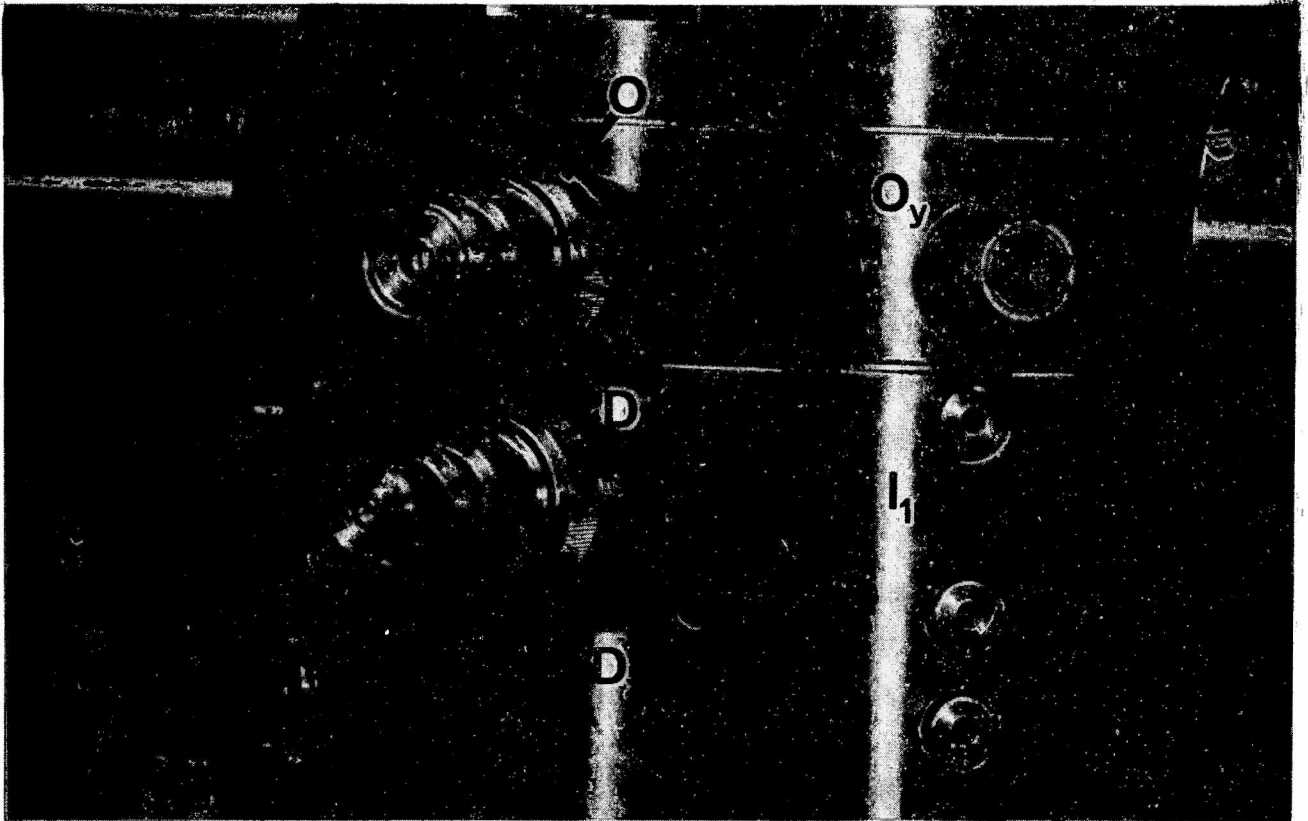

Fig. 5.- Detalle de la parte central de la columna, y de los controles de las aperturas.
En la fig. 5 se muestra en forma más detallada las perillas correspondientes a las aperturas de objetivo y difracción.
La apertura de difracción desliza sobre el plano I_1 donde se forma la primer imagen de la muestra dada por la lente objetivo. El microscopio Philips EM 300 incluye una apertura de difracción cuyo tamaño puede variarse mediante la perilla más pequeña D_A , fig. 5. La segunda perilla D_x junto con la D_y en la misma figura, corresponde a los movimientos x e y de centrado de la apertura para obtener el diagrama de difracción por un área selecta (ver Apéndice). Mediante giro y una presión de la perilla mayor D , se introduce la apertura de difracción en la columna del microscopio.
- Retirar las aperturas de objetivo, 0 Fig. 5, y difracción D Fig. 5.